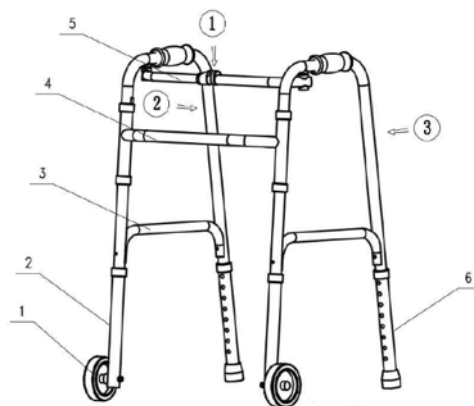

fig. 2
Steg 2: för att stänga ramen, tryck in knappen som visas i fig. 2, vik sedan den vänstra och högra delen av ramen (se ② och ③).